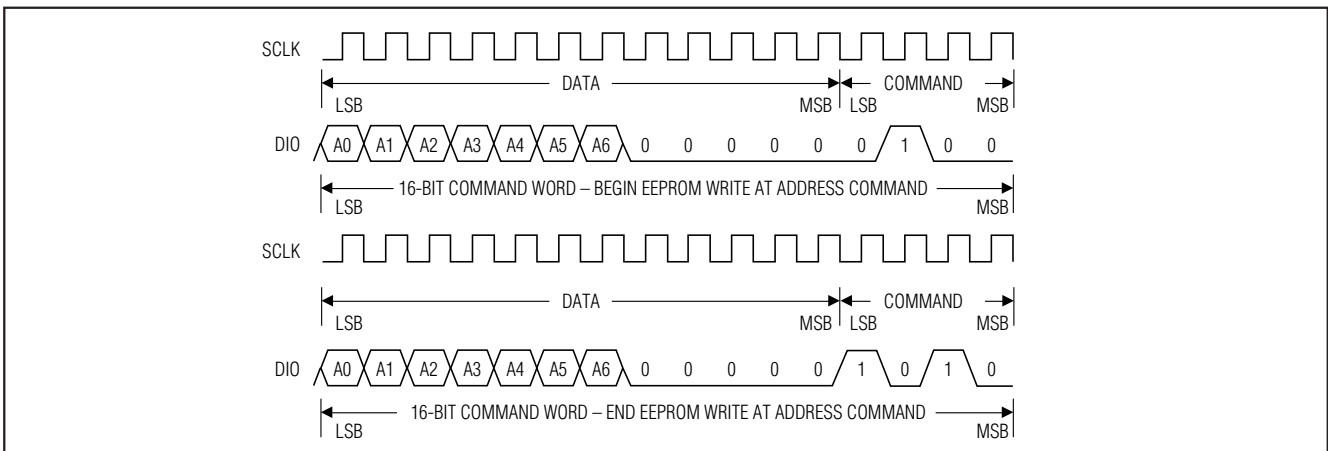

図7. WRITE EEPROM開始及びWRITE EEPROM終了のタイミング図
- 5) セットすべきビットのアドレスでBEGIN EEPROM WRITEコマンドを出します(図7)。
- 7) ステップ5と同じアドレスを使用して、END EEPROM WRITEコマンドを出します(図7)。